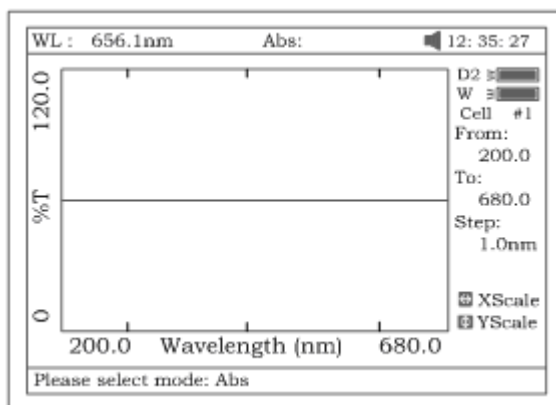

Рис. 43
- Нажмите **[F2]** и выберите режим сканирования– оптическая плотность “**Abs**” или % пропускания -“**T%**” курсорной клавишей **[Λ]** или **[V]** (рис.43).